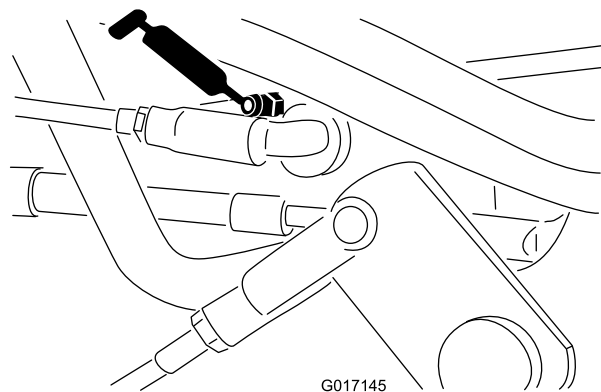
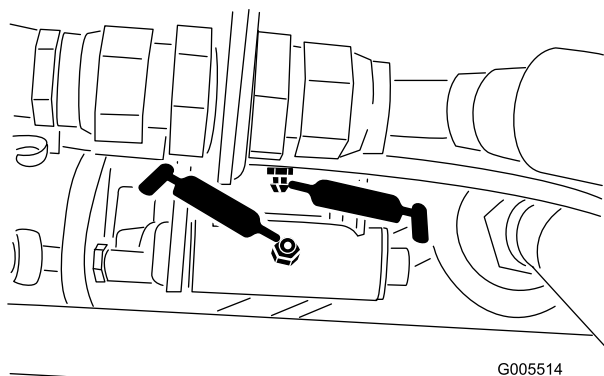

Figure 39
Figure 38
- Tringlerie de sélecteur de vitesses (Figure 38 et Figure 39)